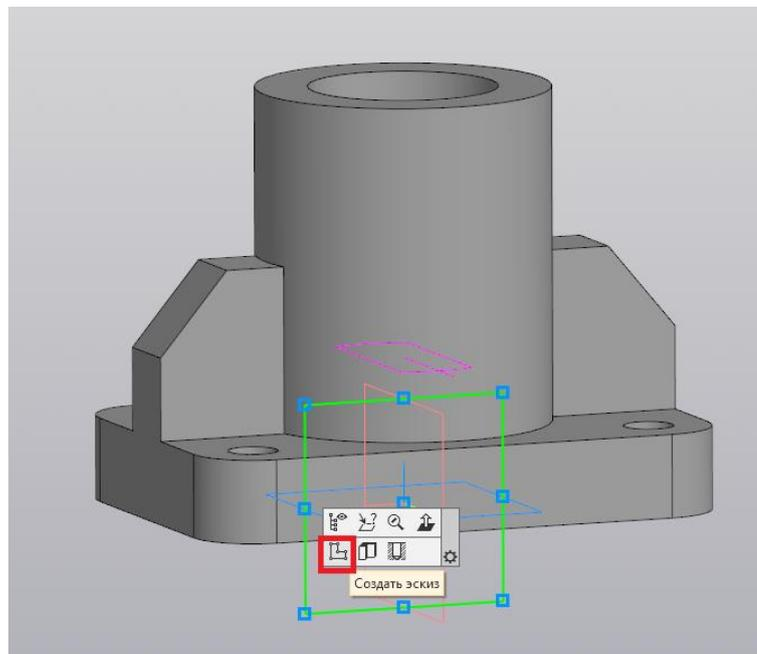

Рис. 158
30. Создаём новый эскиз в плоскости ZX (рис. 158).